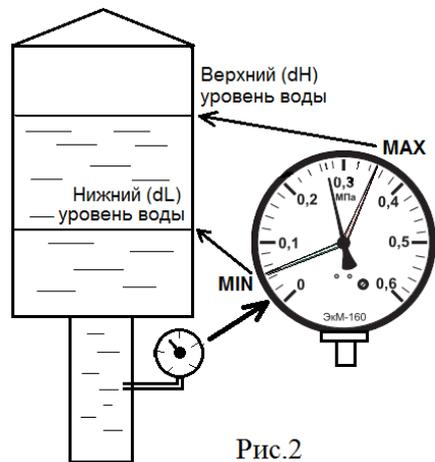

Рис.2
5.3 У электроконтактного манометра (ЭКМ) указатель с меткой MIN задает нижний уровень, а указатель MAX задает верхний уровень воды (рис.2).